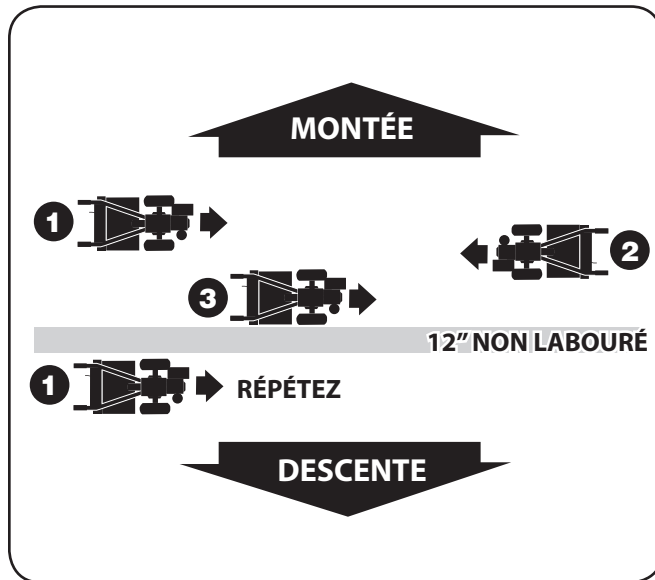

Figure 5-8
1. Pour créer une terrasse, commencez à travailler au sommet de la pente en progressant vers le bas. Travaillez d'une extrémité à l'autre de la première rangée. Voir Figure 5-8.